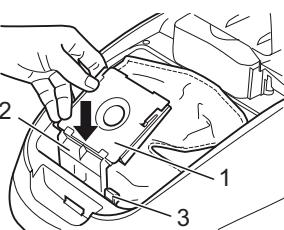

Abb. 22
8. Setzen Sie dann den Staubbeutelhalter (Abb. 22/1) wieder in den Staubraum ein. Schieben Sie dafür die Führung des Staubbeutelhalters (Abb. 22/2) gerade in die dafür vorgesehene Schiene ein, bis die Verriegelung für den Staubraumdeckel (Abb. 22/3) zurückgeklappt wird.